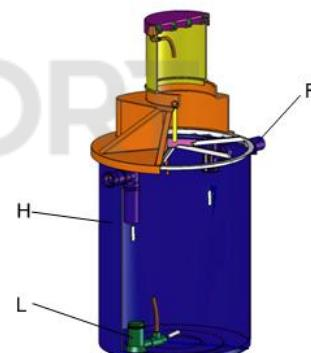

Рис. 4. Отстойник 1,5 м³
2-ой вариант – использование отстойника с насосом (Рис. 4) - модель ЛОС-8А.
Сточные воды самотеком поступают в отстойник (Н), где установлен фекальный насос (L) с металлическим режущим механизмом и системой Вентури (Рис. 4). Режимом работы насоса управляет таймер, установленный в блоке управления.